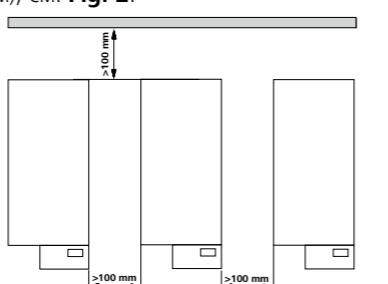

Fig. 2
- Соблюдайте минимальные расстояния между устройствами, между устройством и стеной и над устройством (мин. 800 mm), см. Fig. 2.